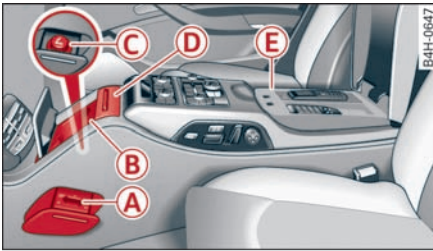

图 75 后座：一体式中控台
在装有一体式后座中控台*的车上，点烟器位于中控台上的右侧 (C) ⇨ 图 75。
在装有一体式后座中控台*的车上，插座位于中控台上的左侧 ⇨ 图 75。
- ▶ 要打开饮料罐托架时, 请点按前沿 ⇨ 图 82, ⇨ 图 75。
当车上装有一体式中控台时, 饮料罐托架位于位置 Ⓑ ⇨ 图 75。